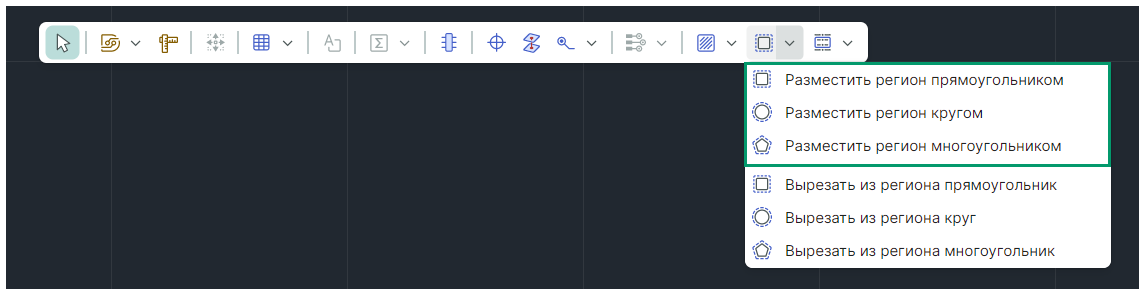

Рис. 161 Вызов инструмента «Разместить регион» из встроенной панели редактора
1. Включите инструмент «Разместить регион», выберите форму региона, см. Рис. 161.